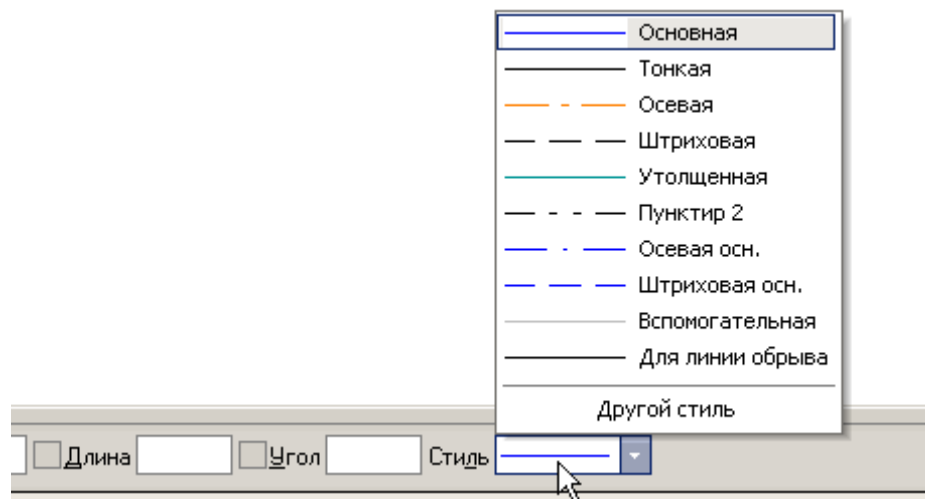
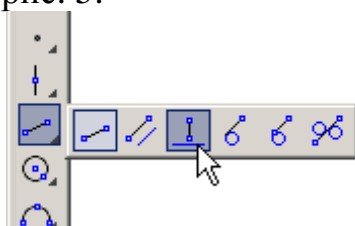

Рис. 4
Рис. 5.
Выполните построение отрезка  $AB$ , заданного координатами концов отрезка. Для этого подведите курсор к началу координат (координаты точки  $A(0, 0)$ ) и зафиксируйте положение точки  $A$  нажатием левой кнопки мыши. Начальная точка будет построена. Убедитесь, что стилем прямой является «Основная линия». Выбор стиля прямой показан на рис. 4.
Постройте отрезок  $CD$  по координатам начальной и конечной точек, выбрав стиль отрезка «Штриховая», рис. 4. Для фиксации точки  $C(30, 0)$  активизируйте поле **X** точки 1 (начальная точка) двумя щелчками левой кнопкой мыши (можно с помощью горячих клавиш:  $[Alt]+[1]$ ), введите значение «30». С помощью клавиши  $[Tab]$  активизируйте поле **Y**, введите значение «0» и завершите ввод данных нажатием клавиши  $[Enter]$ . Для фиксации точки  $D(0, 50)$  активизируйте поле **X** точки 2 (конечная точка) двумя щелчками левой кнопкой мыши, введите значение «0». С помощью клавиши  $[Tab]$  активизируйте поле **Y**, введите значение «50» и завершите ввод данных нажатием клавиши  $[Enter]$ . Отрезок  $CD$  построен.
3. Для построения отрезка  $DK$  выберите стиль отрезка «Тонкая» (рис. 4) и активизируйте команду *Перпендикулярный отрезок* на панели расширенных команд, рис. 5.